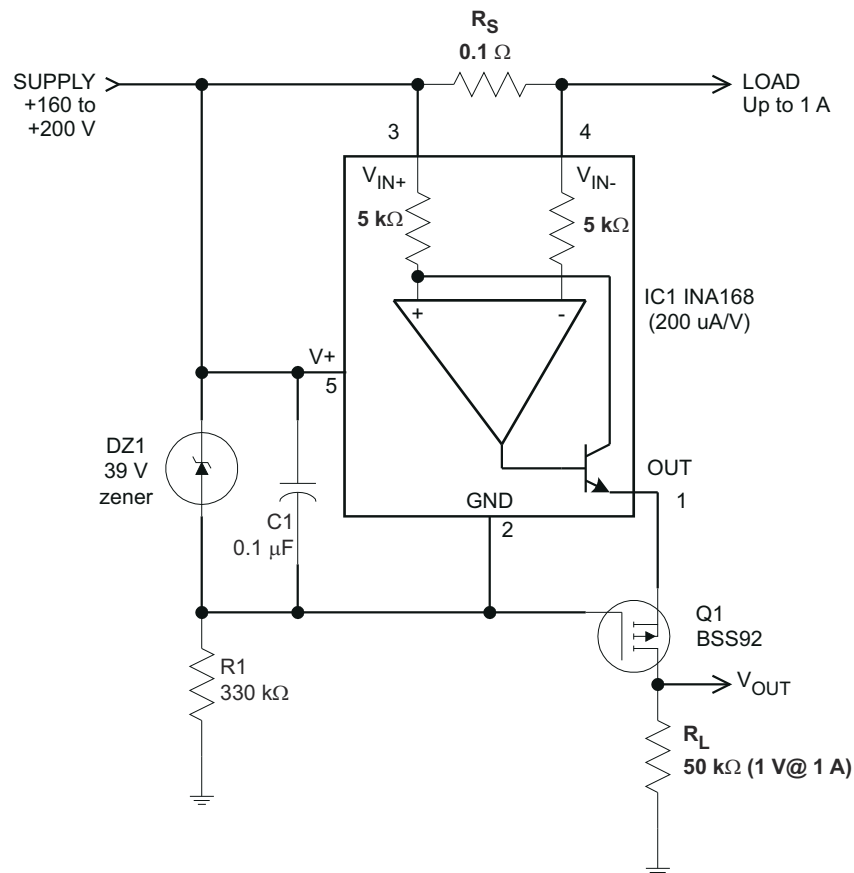

图 1. 扩展 INA168 共模电压范围的示例电路
许多电流分流监控器集成电路 (IC) 支持的最大额定共模电压范围为 26V 至 120V。但是，有时需要共模电压高于器件的最大额定值。图 1 中的电路显示了一种方法，可使电流分流监控器 IC (例如，德州仪器 (TI) INA168) 的共模电压高于数据表中规定的值。只要找到合适的 MOSFET (Q1)，即可将该方法扩展用于任何电压值。本应用简报的其余部分介绍了图 1 中创建电路所需元件的功能以及主要设计参数。
齐纳二极管 DZ1 用于调节电流分流监控器工作时的电源电压，该电压会相对于电源电压浮动。选择 DZ1 是为了在预期的电源范围 (通常为 5.1V 至 56V) 内为 IC1 和 Q1 的组合提供足够的工作电压。选择 R1 可将 DZ1 的偏置电流设置为某个大于 IC1 最大静态电流的值。图 1 中显示的 INA168 的最大额定值为 45μA。DZ1 中的偏置电流在 200V 时约为 500 μA，远高于 IC1 的最大电流 (选择此偏置电流值是为了将 R1 中的功耗限制为小于 0.1W)。
Q1 的共源共栅放大器连接确保了使用 IC1 时可远高于其正常的 60V 额定值。图 1 中的示例电路可在 160V 至 200V 的电压范围内正常工作，在 1V 满量程输出时，可感测高达 1A 的电流。